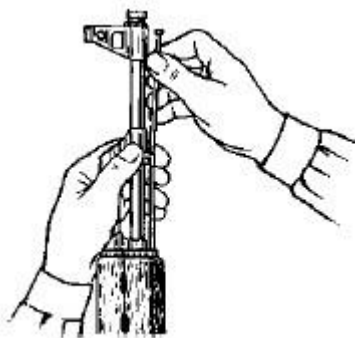

Рис. 12.
3) *Отделить шомпол.* Оттянуть конец шомпола от ствола так, чтобы его головка вышла из-под упора на основание мушки (рис. 12), и вынуть шомпол вверх.